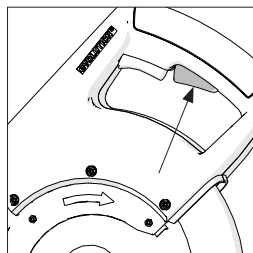

Fig. 25
- Rappelez-vous d'abord appuyer sur le bouton de verrouillage de tension avant le Interrupteur Marche / Arrêt. (Fig. 25)